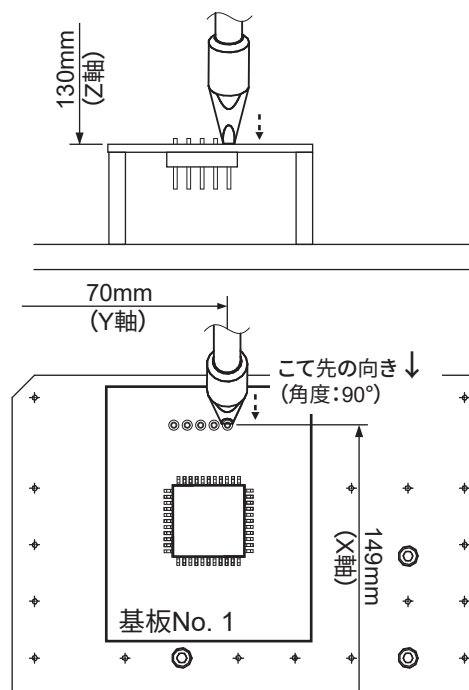

図 7-23
- ⑥ こて先をはんだ付けの位置（図 7-23 参照）にくるようにマウス操作や KEY 操作で微調整します。